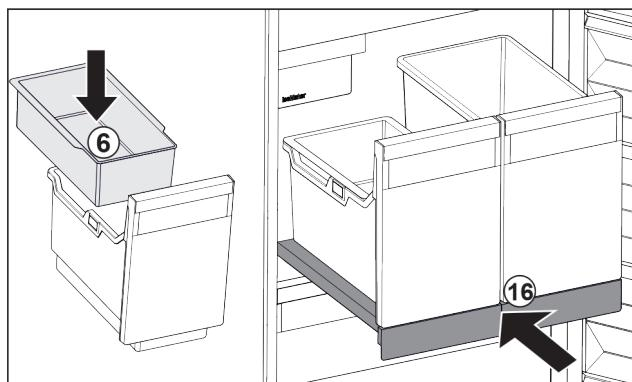

Fig. 96
- Vložte závesnú misku Fig. 96 (6) na kocky ľadu.